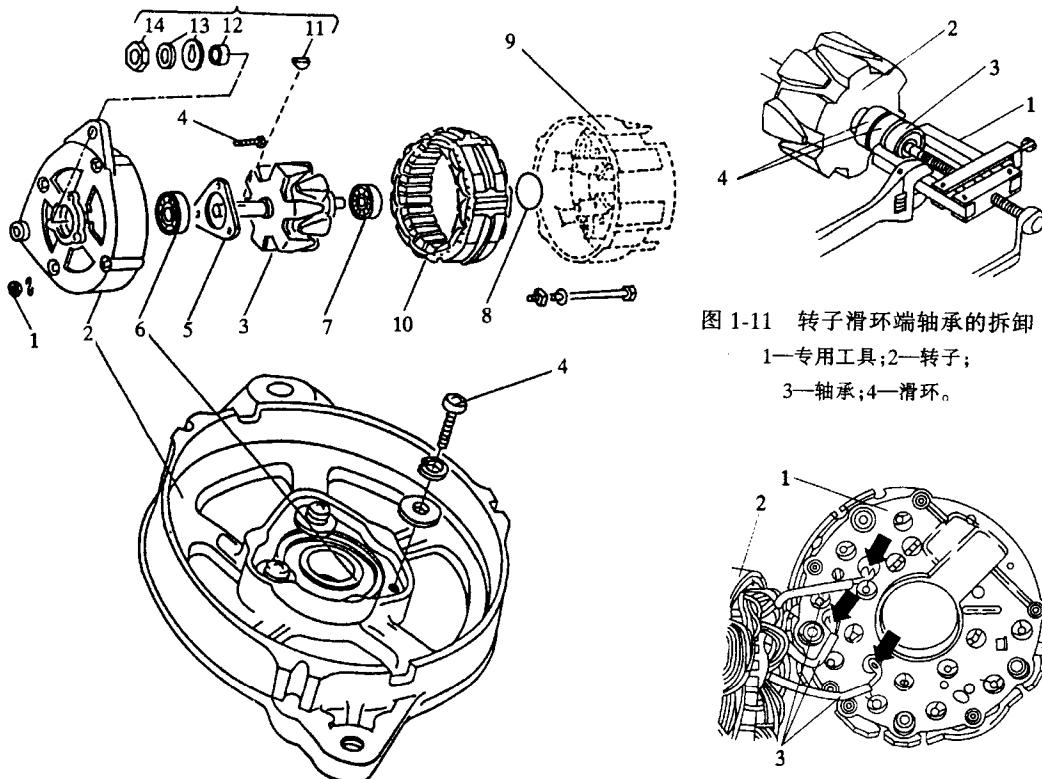

图 1-10 轴承盖与发电机外壳的分开
①轴承盖与发电机外壳的分解,如图 1-10 所示。先在轴承盖 2 与发电机外壳 9 上作好标记,然后旋下螺母 1 及螺栓 12,使发电机外壳 9 与轴承盖 2 分离,再从转子 3 的轴上取下垫圈 13(使用拨用装置)、轴套 12、半圆键 11,并从轴承盖 2 上冲下转子 3,旋下螺栓 4,从轴承盖 2 上取下轴承压板 5,从轴承盖 2 上用拔出装置和拉出器撬下轴承 6,撬出炭刷后,从发电机外壳 9 上取出转子 3(带轴承 7)。
②如图 1-10 所示,要在轴承 6 涂上润滑脂压入轴承盖 2 到底,装上轴承压板 5,旋紧螺栓 4,如图 1-11 所示,将轴承 3 涂上润滑脂压入转子 2 的轴端,并压轴承 3 的内圈直到挡销处。